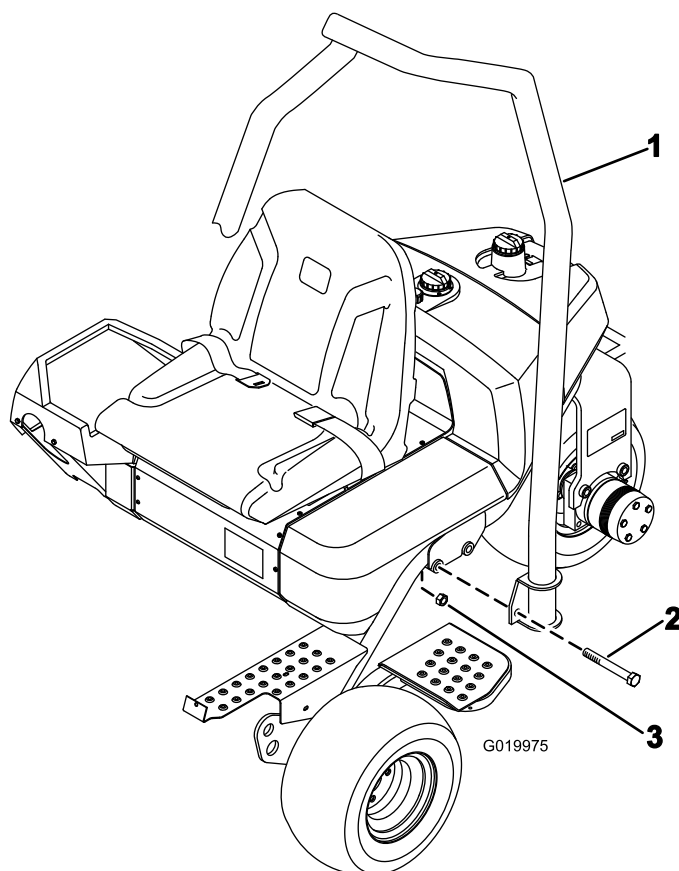

図 7
1. ROPS の上部の湾曲部が機体の前方を向くようにROPSを配置する（図 7）。
2. ROPS をフレームの上に降ろし、取り付け穴に整列させる（図 7）。
3. ROPS の左右それぞれをフレームに固定する；ボルト（2本）（5/8 x 4-1/2 インチ）と、ロックナットを 図 7 のように使用する。